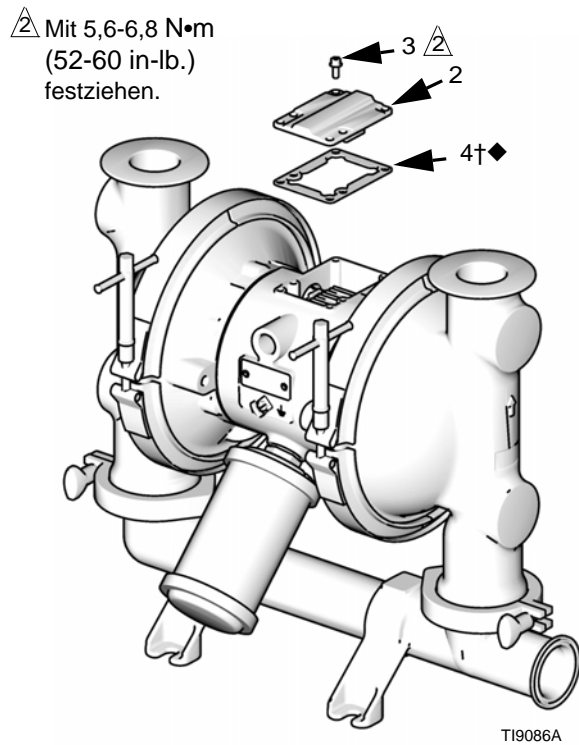

ABB. 5
2. Mit einem Torx-Schraubendreher (T20) oder einem 7-mm (9/32 Zoll)-Steckschlüssel die sechs Schrauben (3), die Luftventilabdeckung (2) und die Dichtung (4) entfernen. Siehe ABB. 5.
10. Ventildichtung (4†◆) und Deckel (2) auf die sechs Bohrungen im Mittelgehäuse (1) ausrichten. Mithilfe eines Torx-Schraubendrehers (T20) oder eines 7-mm (9/32 Zoll)-Steckschlüssels mit sechs Schrauben (3) befestigen. Mit 5,6-6,8 N•m (52-60 in-lb.) festziehen. Siehe ABB. 5.